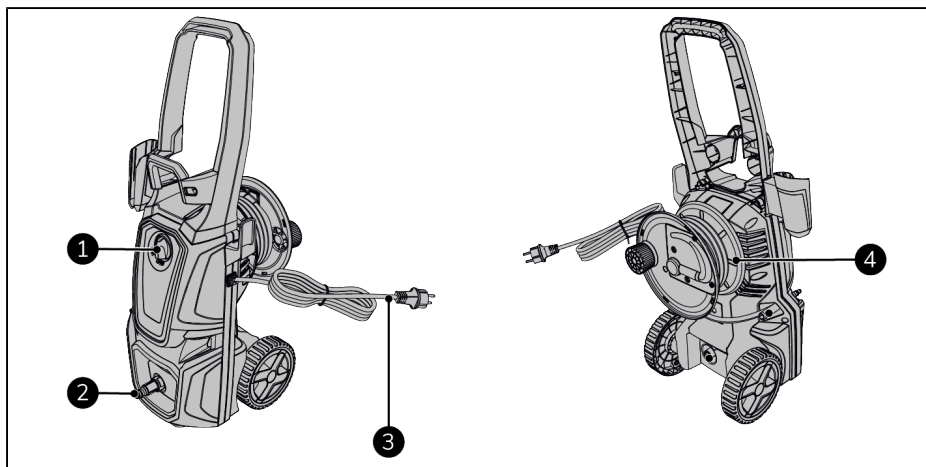

Figure 72.
2. Assurez-vous que le commutateur MARCHÉ(I) / ARRÊT(0) est en position ARRÊT(0) (Figure 72, pos. 1).
3. Insérez la fiche d'alimentation (Figure 72, pos. 3) dans une prise facilement accessible.
4. Déroulez le tuyau d'eau haute pression de l'enrouleur (Figure 72, pos. 4).
5. Raccordez l'alimentation en eau à l'appareil (Figure 72, pos. 2).